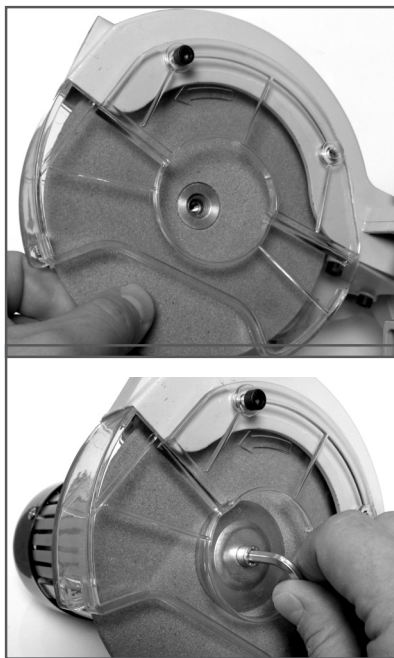

Рис. 5 Установка заточного диска
4. Установите заточный диск на фланец, установите прижимную шайбу и затяните винт крепления заточного диска (Рис. 5). Зафиксируйте вал электродвигателя от проворачивания, удерживая заточный диск другой рукой.